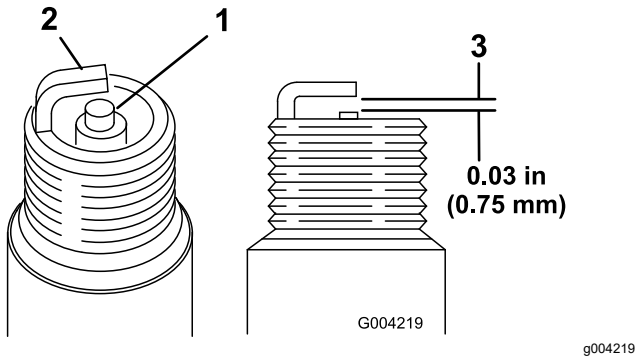

Figura 47
1. Veja a parte central de ambas as velas de ignição (Figura 47). Se verificar uma cobertura castanha ou cinzenta no isolante, o motor está a funcionar corretamente. Uma cobertura preta no isolante indica que o filtro de ar está sujo.
2. Verifique a folga entre os elétrodos central e lateral (Figura 47).
3. Dobre o eletrodo lateral (Figura 47) se a folga não for a correta.